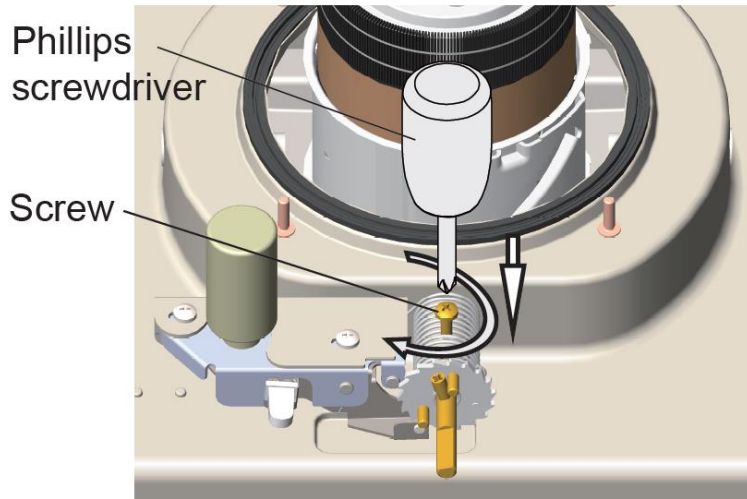

Bild 20
9. Använd en korskravmejsel för att dra åt rörskruven (bild 20).